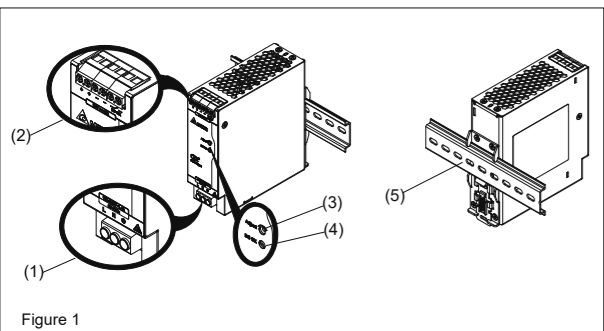

Figure 1
2. Device description (Fig. 1)
4.1. Input connection (Fig. 1, Fig. 6)
For AC input connections, use L, N and PE connections on the input terminal connector (see Fig. 1 (1)) to establish the 100-240Vac connection. Fig. 6 shows the connection to the various network types.
4.2. Output connection (Fig. 1 (2))
Use the “+” and “-” screw connections to establish the 24Vdc connection. The output provides 24Vdc. The output voltage can be adjusted from 24 to 28Vdc on the potentiometer. The green LED DC OK displays correct function of the output (Fig. 1 (4)). The device has a short circuit and overload protection and an over voltage protection limited to 35Vdc.
2. Description de l'appareil (Fig. 1)
- Potentiomètre de réglage de tension continue (CC)
5.1. Raccordement d'entrée (Fig. 1, Fig. 6)
Pour les connexions d'entrée CA, utilisez les raccords L, N et PE sur le connecteur de la borne d'entrée (voir Fig. 1(1)) afin d'établir la connexion 100-240 Vca. Le raccordement aux divers types de réseau est représenté à la Fig. 6.
4.2. Raccordement de sortie (Fig. 1 (2))
La sortie délivre un courant en 24 Vcc. La tension de sortie peut être réglée entre 24 et 28 Vcc à l'aide du potentiomètre. Le voyant DEL OK vert indique le bon fonctionnement de la sortie (Fig. 1 (4)).